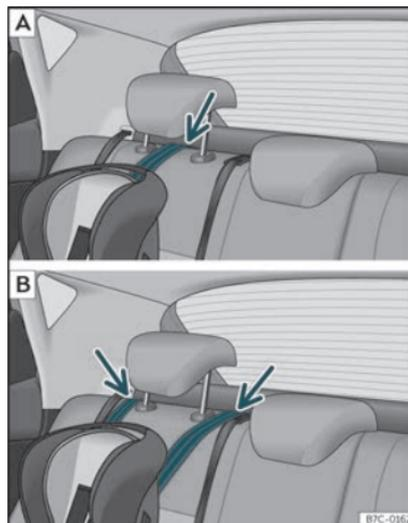

Fig. 27 Banquettes arrière : réglage et montage en fonction de la ceinture Top Tether.
- Placez la courroie sous l'appuie-tête du siège avant >>> **fig. 27** (en fonction des instructions du siège, relevez ou retirez l'appuie-tête si nécessaire).